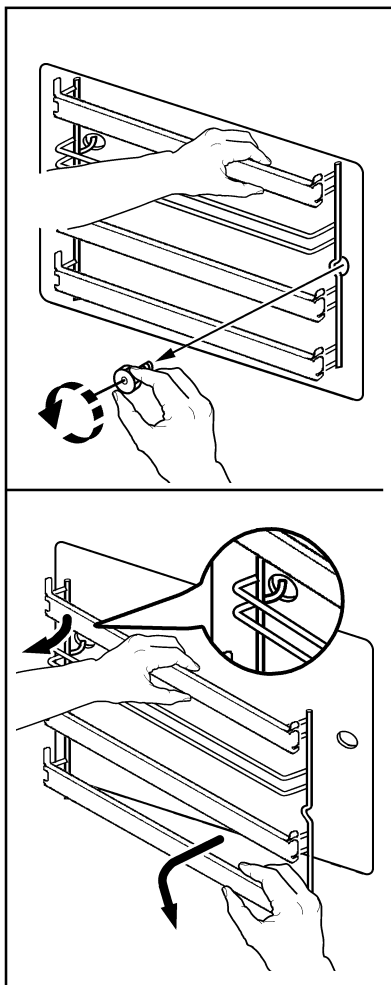

Рис. 30
- 1) снимите передний винт, другой рукой удерживая держатель полки на своем месте (Рис. 30);
- 2) высвободите задний крюк и снимите держатель полки (Рис. 30);